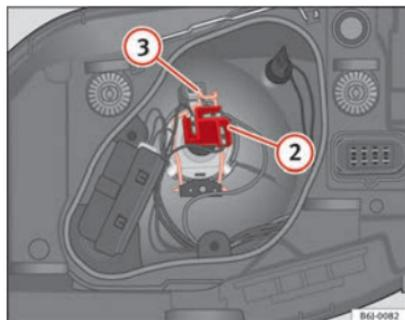

Fig. 158 Luz de cruce/ca-
- Extraiga el conector ⇒ fig. 158 ② de la lámpara.
- Desenganche el resorte retentor ⇒ fig. 158 ③ presionándolo hacia dentro y a la derecha.